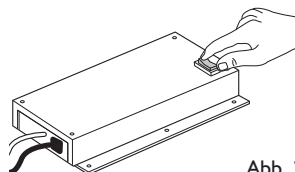

Abb. 2
- Die rote Reset-Taste auf der Elektronikbox gedrückt ist. (Abbildung 2)